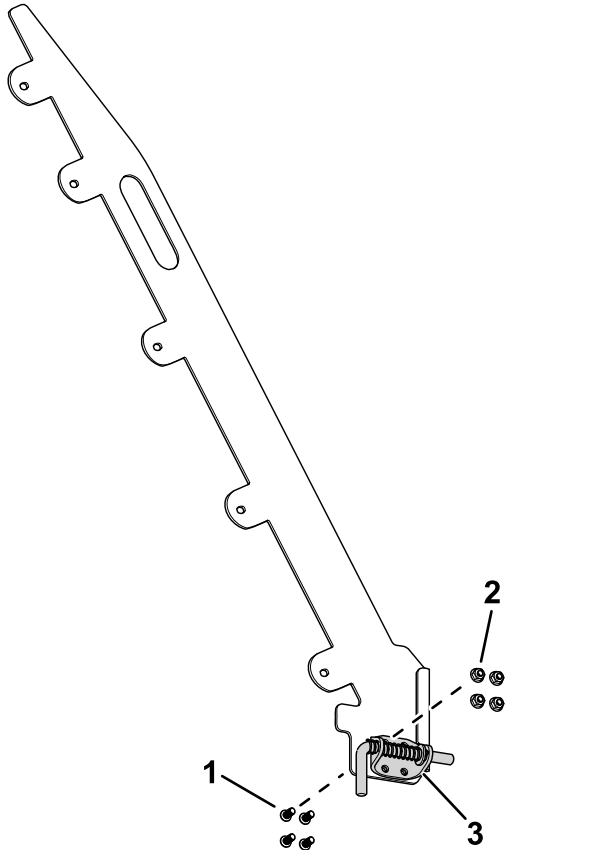

Figure 9
1. Avec 4 vis Torx et 4 écrous (5/16"), fixez le support de la goupille de verrouillage sur la plaque de guidage de la rampe (Figure 9).